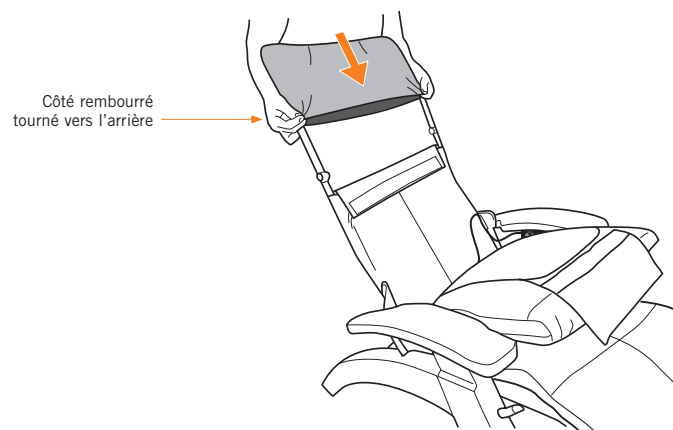

Fig.20
1. Glissez la housse de tête sur le cadre d'appui-tête, avec le côté rembourré faisant face au l'arrière (Fig. 20).